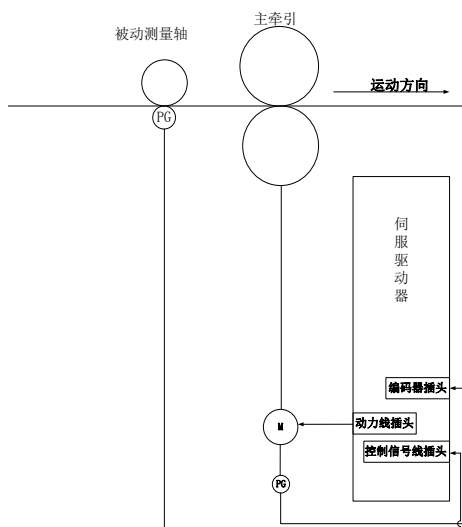
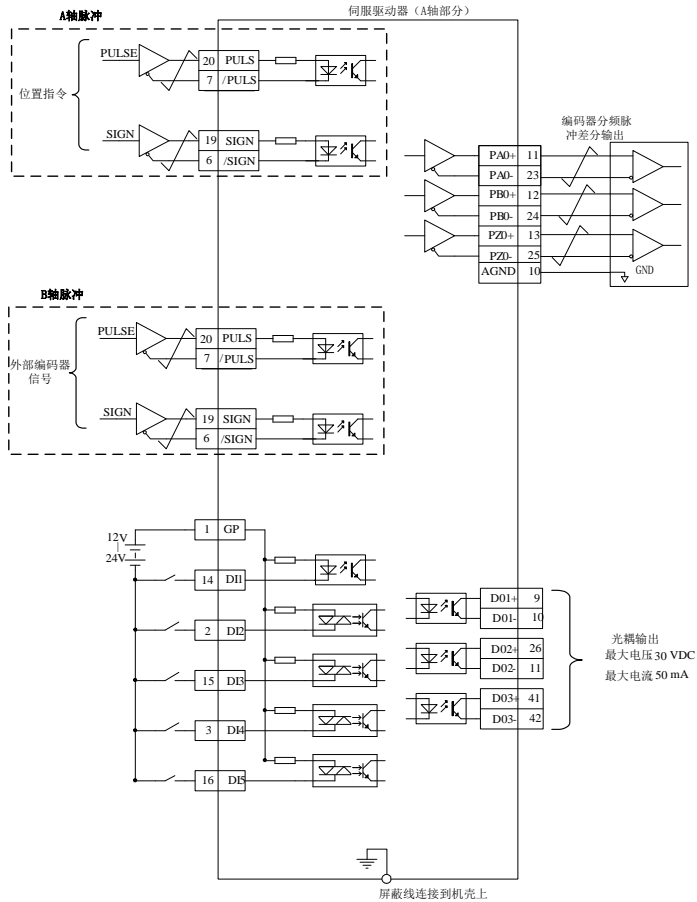

图 6.4.36 全闭环典型应用示意图
图 6.4.38 全闭环模式典型接线图
- ★ 参考图 6.4.36 或图 6.4.38 的配线说明，进行 DI/DO 信号的连线；